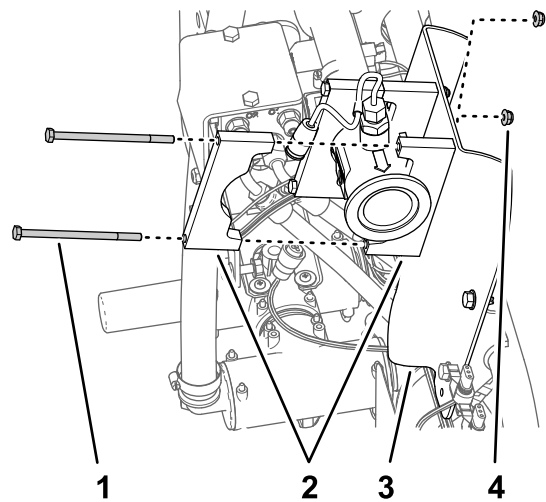

Bild 75
3. Fluchten Sie zwei Stützklemmenhälften zwischen dem Durchflussmessgerät und der Halterung für das Durchflussmessgerät aus und fluchten Sie die Löcher in den Klemmenhälften mit den Löchern in der Halterung aus (Bild 75).
4. Fluchten Sie eine Stützklemmenhälfte an der Rückseite des Durchflussmessgeräts mit einer der Klemmenhälften aus, die Sie in Schritt 3 montiert haben (Bild 75).
5. Befestigen Sie das Paar der Klemmenhälften mit zwei Schrauben (1/4" x 4-1/2") und zwei Sicherungsmuttern (1/4") an der Halterung für das Durchflussmessgerät (Bild 75).